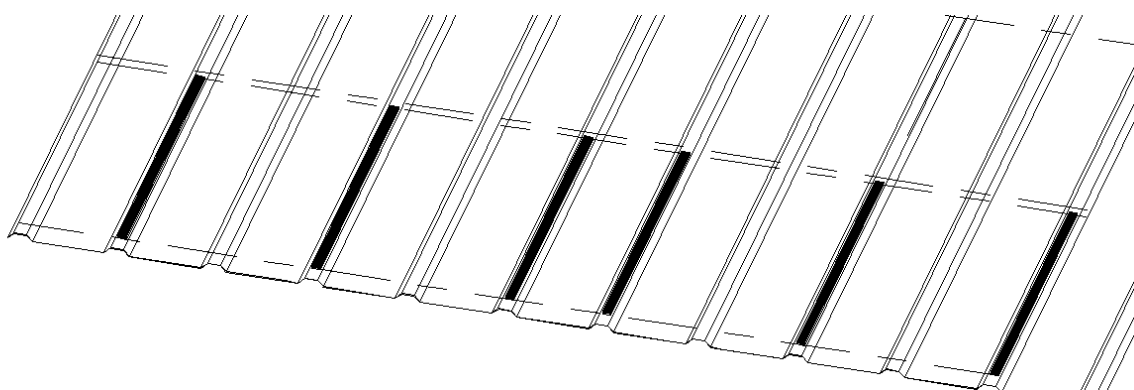

Figura 7
- ① Antes de instalação do produto, todos os materiais e adesivos a serem processados devem ser armazenados por pelo menos 24 horas em condições iguais (como 5° C - 40° C) e protegidos da luz solar, da água da chuva e de outros fatores climáticos.
- ② Limpe o substrato do telhado. A superfície do telhado deve estar limpa, seca e livre de óleo, poeira e outros resíduos de poluição. Cada etapa do processo de construção deve evitar a poluição secundária da superfície do material limpo. Se houver poluição, a superfície deverá ser limpa novamente.
- ③ A construção no local deve atender aos requisitos do adesivo estrutural selecionado para o ambiente de construção, a tecnologia de construção e outros requisitos de construção.
- ④ A posição do adesivo deve ser determinada pela linha de giz, e o adesivo estrutural deve ser aplicado de acordo com as regras de colagem no local em que o produto precisa ser instalado. (conforme mostra a Figura 7)